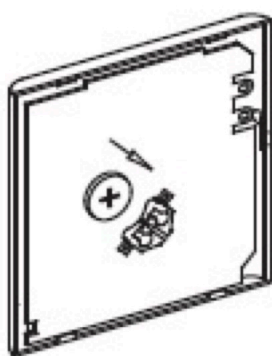

Fig.3.7
- Colocar la pila en la unidad y asegurar que el lado positivo de la batería esté de acuerdo con las marcas de polaridad (Ver la Fig. 3-7).